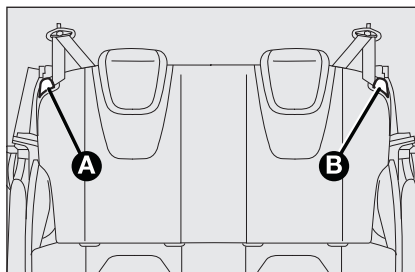

fig. 45
**EXTINDEREA PORTBAGAJULUI****Extinderea parțială (50/50) (acolo unde este prevăzută) fig. 45**
- acționați manetele **A** și **B**-fig. 45 pentru a debloca spătarele și a le rabata înspre șezut.